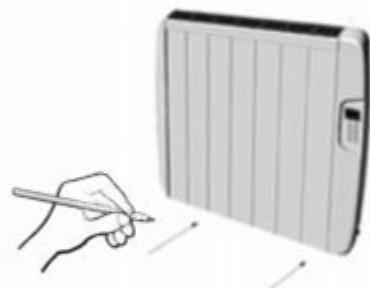

Abb. 10
6. Wenn der Heizkörper an seinem Ort aufgehängt ist, markieren Sie zwei Punkte an der Wand an der Stelle, an der die beiden Halterungen (A) befestigt werden, um sicherzustellen, dass das Gerät an der Wand befestigt ist (Abbildung 10).